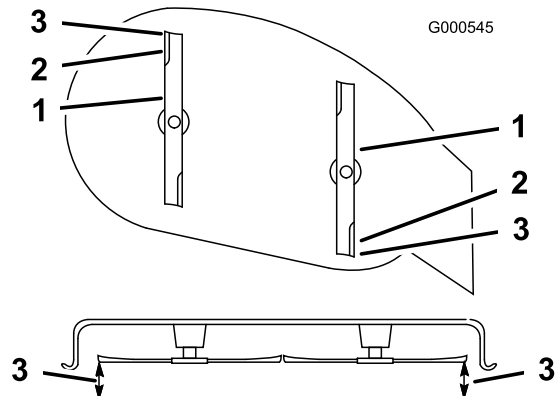

Figure 43
5. Réglez la hauteur de coupe à la position **D** (76 mm) et tournez les lames avec précaution dans le sens longitudinal (Figure 43).
6. Mesurez la distance entre la pointe de la lame avant et la pointe de la lame arrière par rapport à la surface plane (Figure 43). Si la pointe avant de la lame n'est pas de 1,6 à 7,9 mm plus basse que la pointe arrière, réglez le contre-écrou avant.
9. Une fois le réglage effectué, vérifiez à nouveau l'inclinaison avant/arrière des lames. Poursuivez le réglage de l'écrou jusqu'à ce que la pointe avant de lame soit de 1,6 à 7,9 mm plus bas que la pointe arrière (Figure 43).